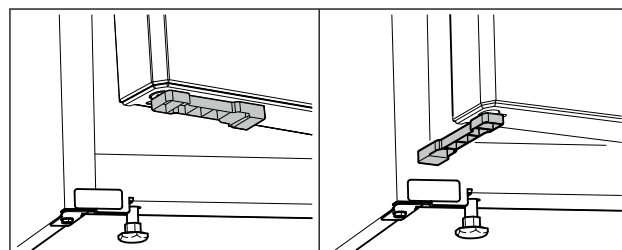

Fig. 78 *
- Otočte distanční držák dveří o 90°. (viz Fig. 78) *